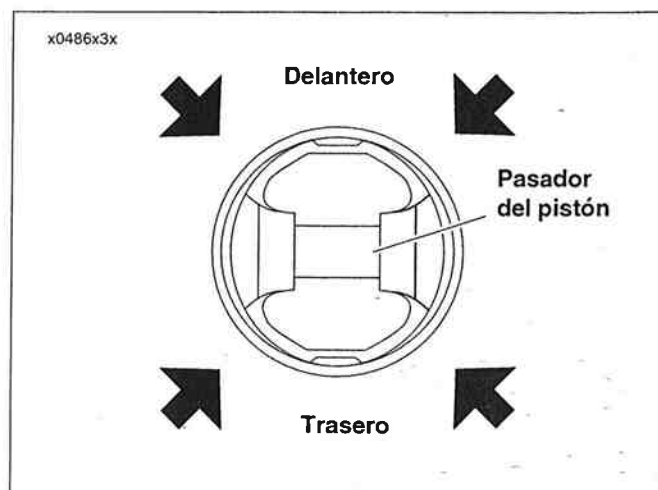

Figura 3-62. Coloque los espacios libres de extremos de los anillos en las flechas
5. Vea la Figura 3-62. Cerciérese de que los espacios libres de extremo de los anillos del pistón están debidamente ubicados como se muestra.